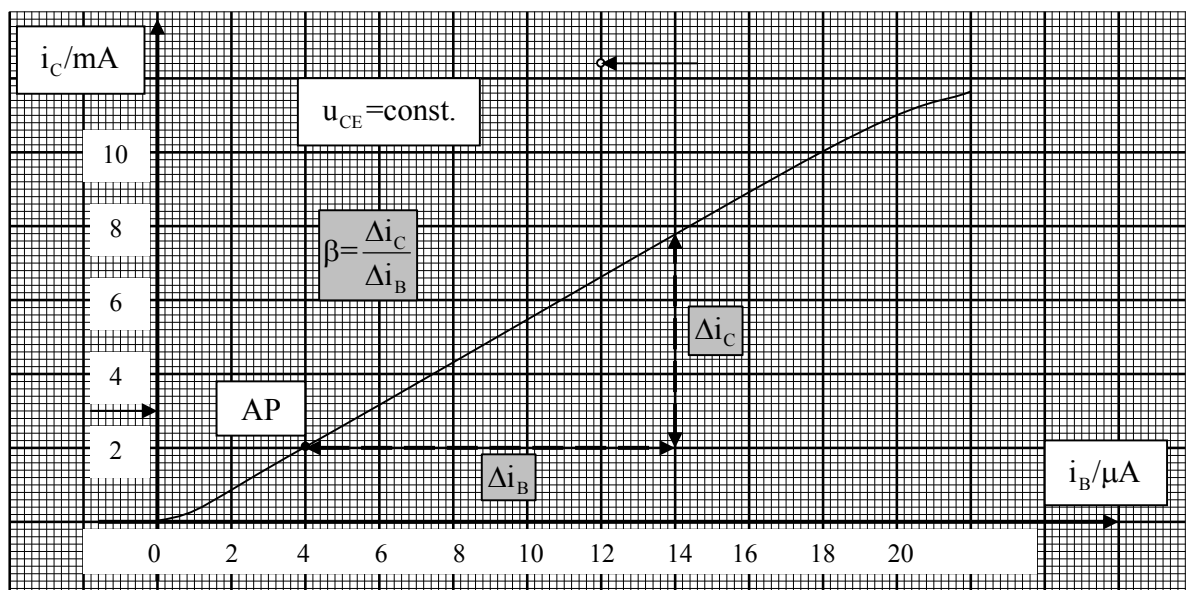

Bild 3c: Stromverstärkungskennlinie
Bild 3c zeigt ein Beispiel für das Schaubild zur Funktion
- c) Welche Stromverstärkung β lesen Sie aus Bild 3c ab?